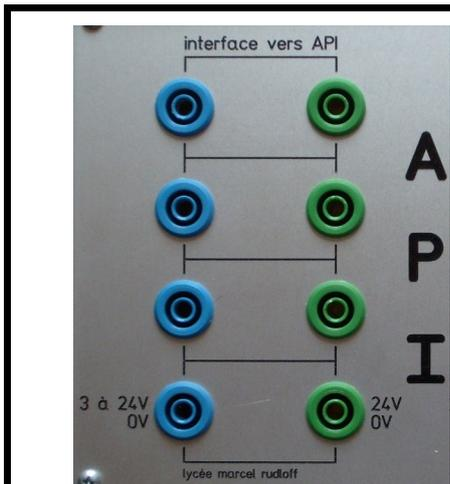

Figure 4 – Interface vers l'API.
- Pour une interface de l'extérieur vers l'API (figure 4), on utilisera la partie gauche du boîtier. La tension venant de l'extérieur peut prendre n'importe qu'elle valeur de 3 à 24 V pour un NL1.